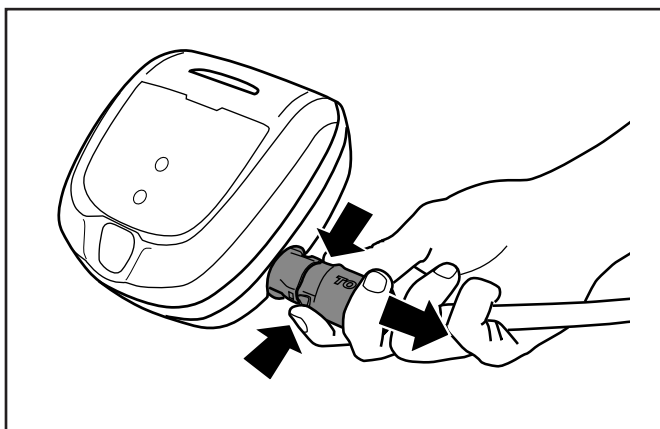

Figura 11. Desconecte el cable de alimentación
- Sujete el cable de alimentación firmemente en cada lado y presione dos trabillas para soltarlo (vea la figura 11.)